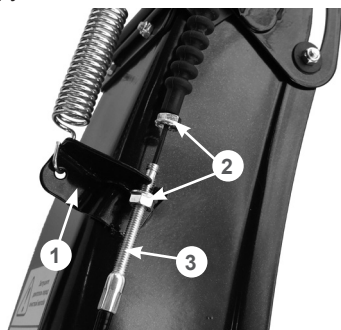

Рис. 22 Установка оболочки троса управления дефлектором жёлоба
- скрутите крайнюю гайку 2 с регулировочной муфты 3 троса и позвольте ей свободно болтаться на тросе (Рис. 22);
- одной рукой максимально наклоните дефлектор жёлоба вперёд, а второй рукой проденьте трос через прорезь в кронштейне 1, после чего вставьте регулировочную муфту троса в отверстие в кронштейне 1 (Рис. 22). Гайки крепления оболочки троса после этого должны оказаться по разные стороны кронштейна, как показано на Рис. 22. Закрутите гайки, не затягивая их;